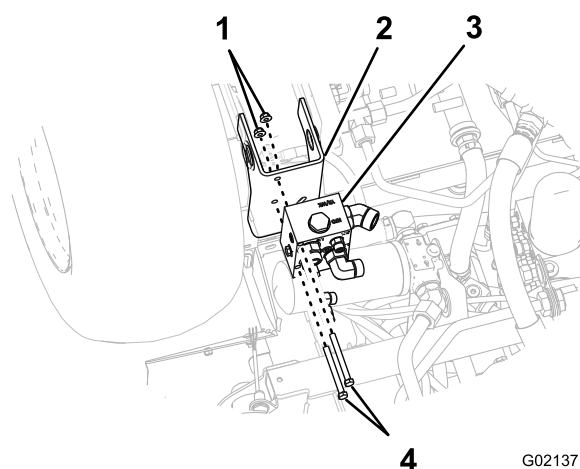

Figure 9
- Fixez le collecteur de diviseur de débit au support de châssis à l'aide de 2 boulons à tête hexagonale et de 2 écrous à embase (Figure 9).
- Alignez les trous du collecteur du diviseur de débit et ceux du support de châssis (Figure 9).